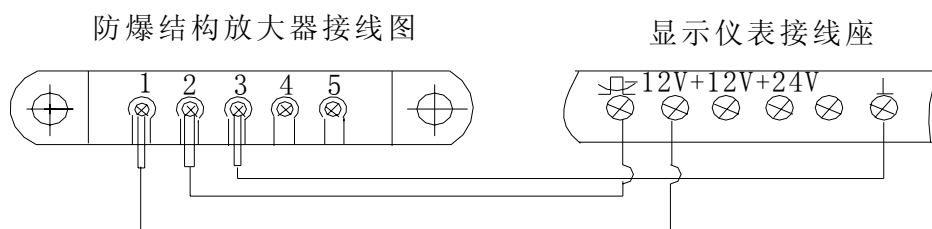

图 15
f. 隔爆式防爆放大器 (-12V·DC 供电三线制) 与显示仪表间的接线 (图 15)